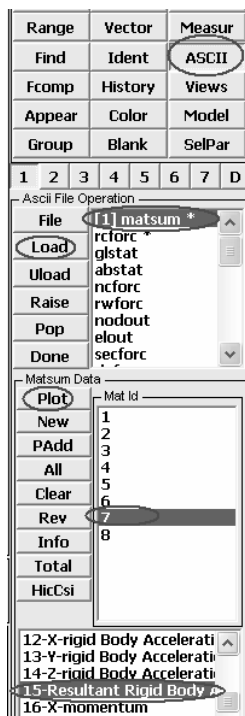

图 9-24 “ASCII”选项
(1) k 文件完成计算后在后处理软件中观察仿真动画。
(2) 提取模型中各部分的加速度信息。如图 9-24 所示, 单击“ASCII”, 再选择“(1) matsum*” (初始的显示为“matsum*”), 再单击“Load”, 然后选中“7”, 接着选中“15-Resultant Rigid Body Accel.”, 最后单击“Plot”, 弹出 Part7 (上壳) 的加速度信息 (见图 9-25)。